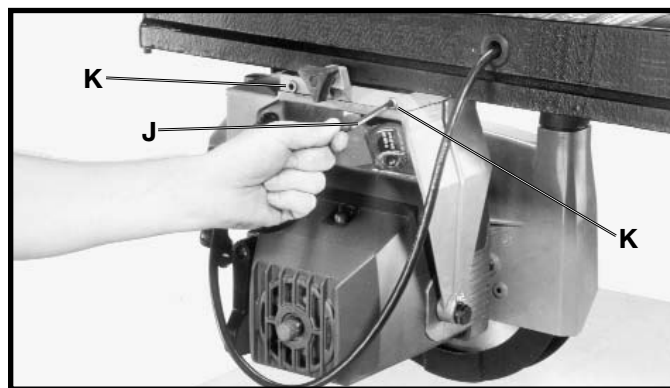

Fig. 64
5. Utilizando una llave Allen de 3/16 pulg. (J) Fig. 64, gire los tornillos de ajuste (K) Figs. 61 y 64 para quitar toda la "holgura". **AVISO: NO APRIETE LOS TORNILLOS DE AJUSTE (K) EXCESIVAMENTE, YA QUE ESTO PUEDE DAÑAR LOS COJINETES.**